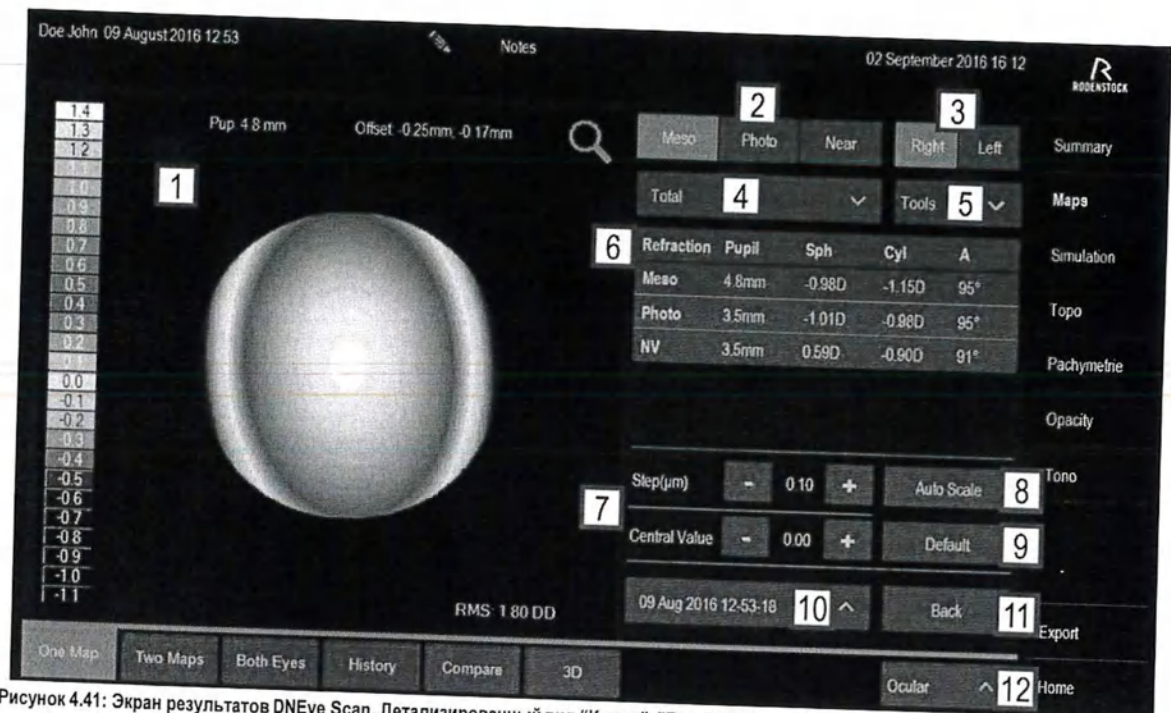

Рисунок 4.41: Экран результатов DNEye Scan. Детализированный вид "Карты", "Глаз", R: Картография правого глаза с мезопическим зрачком
Для вывода результатов измерений в форме карты (Рисунок 4.41), нажмите на кнопку "карты" (2) справа на экране результатов (Рисунок 4.40). Далее в меню (2) вы можете выбрать необходимые световые условия (2) и какой глаз (3) следует отобразить.